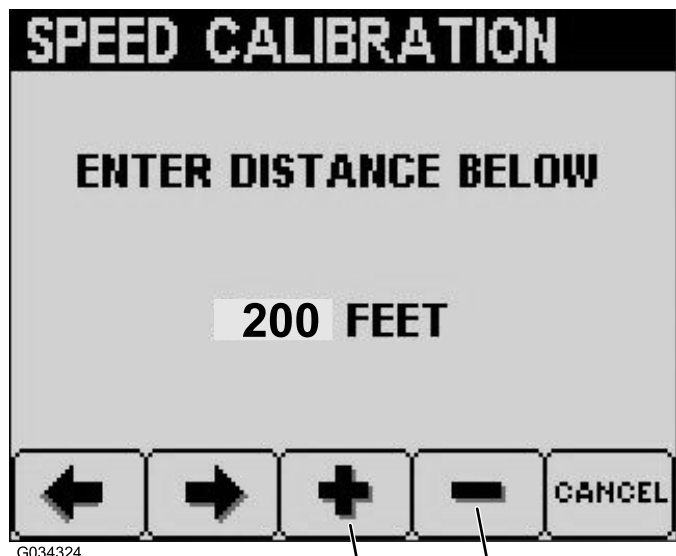

图 32
7. 按 3 号按钮增加所需距离或按 4 号按钮减少所需距离 图 32。